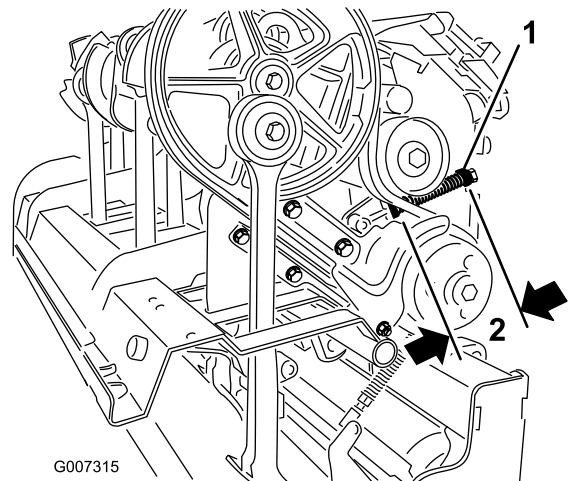

Рисунок 35
- C. Ослабьте контргайку крепления держателя пружины (Рисунок 35).
- D. Отрегулируйте держатель пружины так, чтобы получить требуемую длину сжатой пружины (Рисунок 35).